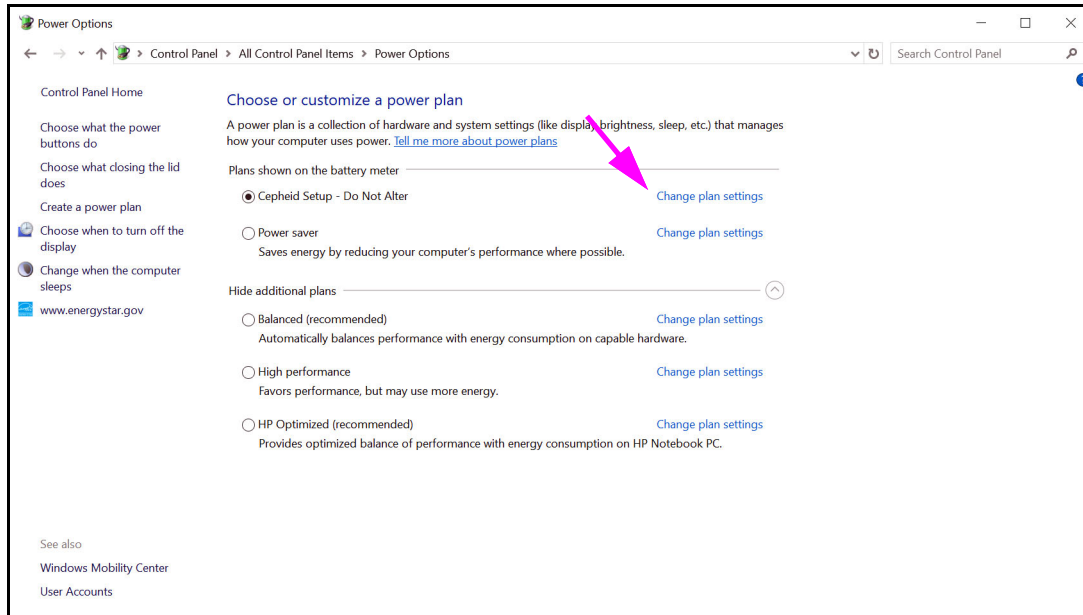
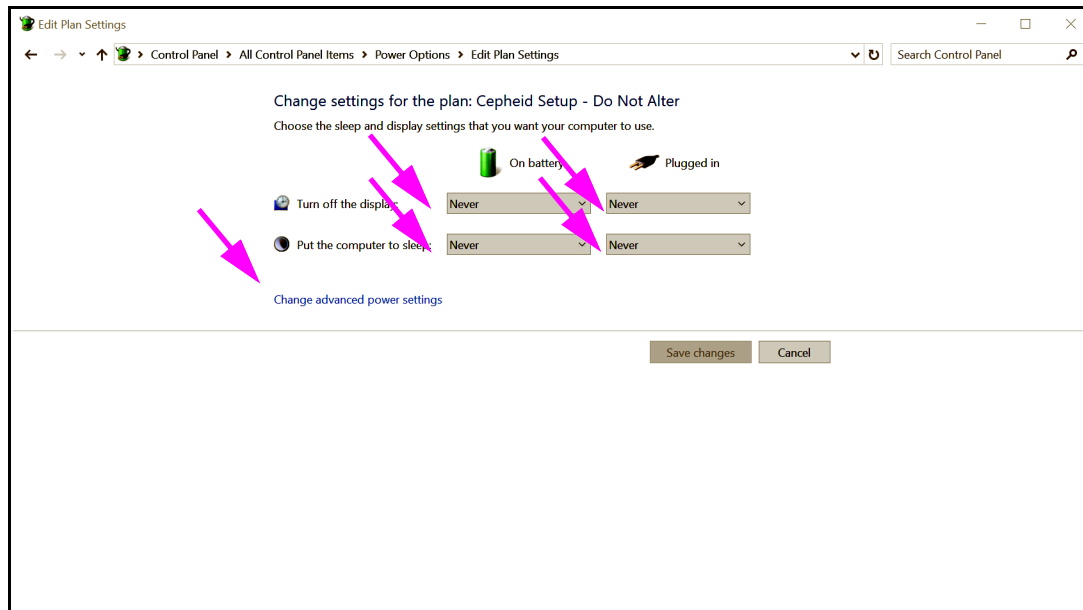
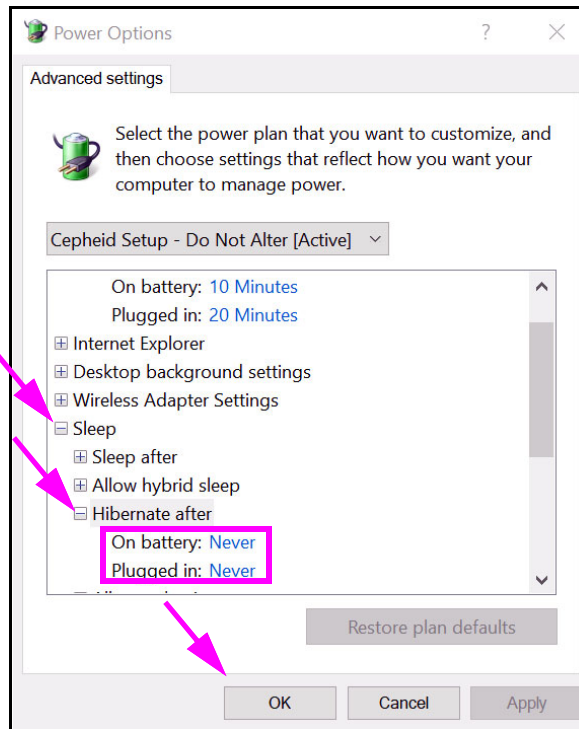
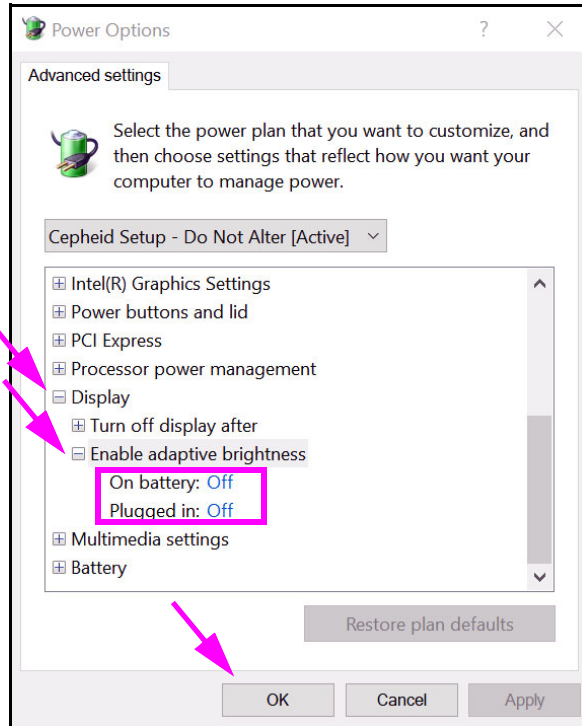

Figura 2-25. Fereastra Opțiuni de alimentare
Figura 2-26. Fereastra Editare setări de plan
Figura 2-27. Opțiuni de alimentare - fereastra Setări complexe (Repaus)
Figura 2-28. Opțiuni de alimentare - fereastra Setări complexe (Afișaj)
- În secțiunea **Configurare Cepheid - nu modificați (Cepheid Setup - Do not alter)**, faceți clic pe **Modificare setări de plan (Change plan settings)**. Consultați Figura 2-25. Apare fereastra Editare setări de plan (Edit Plan Settings). Consultați Figura 2-26.
- Asigurați-vă că funcțiile **Opriiți afișajul (Turn off the display)** și **Treceți computerul în modul inactiv (Put the computer to sleep)** sunt setate pe **Niciodată (Never)** pentru ambele opțiuni **Pe baterie (On battery)** și **Conectat la priză (Plugged in)**. De asemenea, asigurați-vă că glisorul funcției **Reglare luminozitate pentru plan (Adjust plan brightness)** este setat la setarea cea mai luminoasă. Consultați Figura 2-26.
5. Faceți clic pe **Modificare setări de alimentare complexe (Change advanced power settings)** (consultați Figura 2-26). Apare fereastra Setări complexe pentru opțiunile de alimentare (Power Options Advanced Settings). Consultați Figura 2-27.
6. În fereastra Setări complexe pentru opțiunile de alimentare (Power Options Advanced Settings), faceți dublu clic pe **Repaus (Sleep)** pentru a extinde vizualizarea, apoi faceți dublu-clic pe **Hibernare după (Hibernate after)**. Consultați Figura 2-27.
- A. **Computere desktop:** Verificați dacă valoarea **Setare (Setting)** este setată pe zero (0) sau **Niciodată (Never)**. În caz contrar, modificați valoarea **Setare (Setting)** la zero (0) sau **Niciodată (Never)**.
- B. **Doar laptopuri:** Verificați dacă valorile **Pe baterie (On battery)** și **Conectat la priză (Plugged in)** sunt setate pe **Niciodată (Never)**. În caz contrar, faceți clic pe **Pe baterie (On battery)** și/sau **Conectat la priză (Plugged in)**, apoi utilizați tastele săgeată sus/jos pentru a seta valorile la zero (0) pentru opțiunea selectabilă.
7. În fereastra Setări complexe pentru opțiunile de alimentare (Power Options Advanced Settings), faceți dublu clic pe **Afișaj (Display)** pentru a extinde vizualizarea, apoi faceți dublu -clic pe **Activare luminozitate adaptivă (Enable adaptive brightness)**. Consultați Figura 2-28.
11. **Doar laptopuri:** Faceți clic pe **Anulare (Cancel)** pentru a închide fereastra Editare setări de plan (Edit Plan Settings). Apare fereastra Opțiuni de alimentare (Power Options) (consultați Figura 2-25).